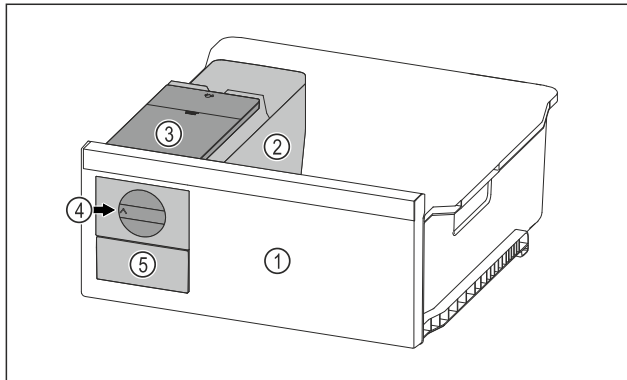

Fig. 82 Beispielhafte Darstellung
- ▶ Drehknopf *Fig. 82 (4)* im Uhrzeigersinn bis zum Anschlag drehen.
- ▷ Eiswürfel fallen aus der Eiswürfelschale in das Eiswürfel Schubfach *Fig. 82 (5)*.